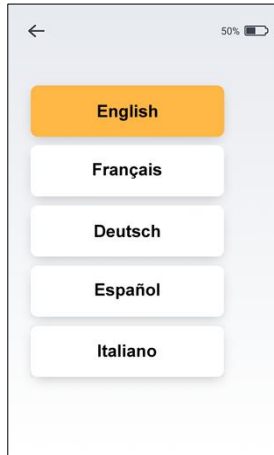

Abbildung 14
- Wählen Sie Ihre bevorzugte Sprache aus der Liste mit den verfügbaren Sprachen aus - siehe Abbildung 14.